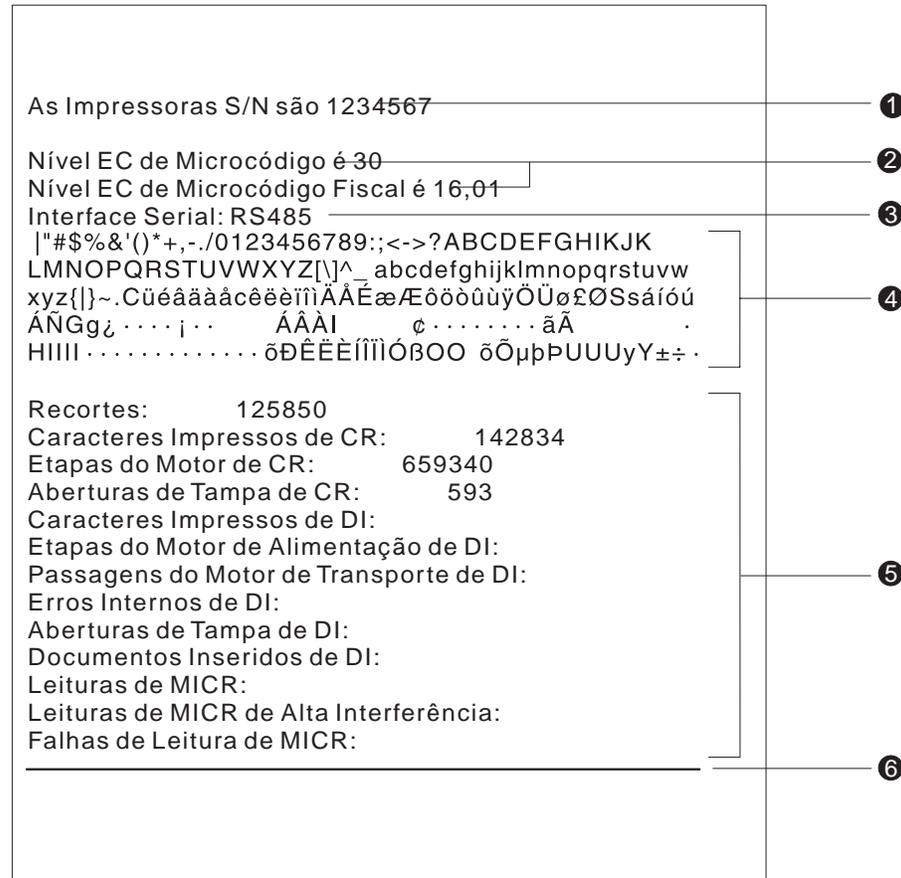

Figura 28. Padrão de teste de impressora off-line – estação de recibos de cliente
3. Utilizando a Figura 28 na página 37, verifique se sua impressora imprimiu as informações corretas para seu modelo e sua configuração:
Se qualquer caractere que aparecer na Figura 28 na página 37 estiver faltando no padrão do teste que você imprimiu ou se a linha contínua estiver faltando, vá para a seção “Determinação de Problemas” na página 39.
4. Utilizando a Figura 28, verifique se sua impressora imprimiu as informações corretas para seu modelo e sua configuração:
- Uma linha sólida deve aparecer como a última linha do padrão de teste. Se qualquer caractere que aparecer na Figura 28 estiver ausente no padrão do teste que você imprimiu ou se a linha sólida estiver ausente, vá para a seção “Determinação de Problemas” na página 39.